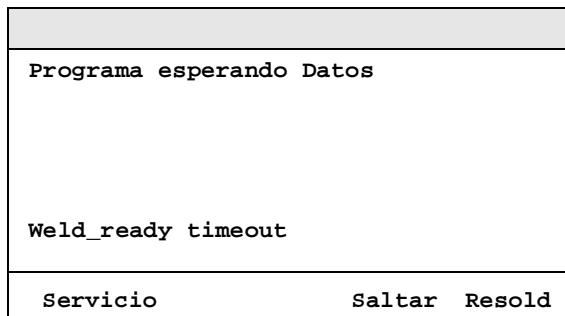

Figura 2 La ventana de diálogo para un error de soldadura.
Modo manual: **Servicio / Saltar / Resoldar** (véase la ventana de diálogo de la Figura 2).
- Regreso a la ventana de diálogo como se indica en la Figura 2.
- Regreso a la ventana de diálogo según se indica en la Figura 2.